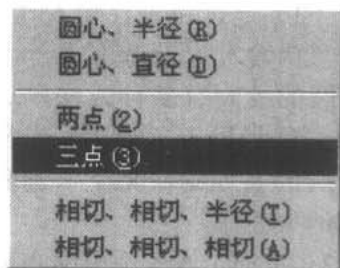

图 1-9 绘制圆的多种方法
(1) 在系统菜单下选择【绘图】→“圆”菜单项。如图 1-9 所示。
如图 1-9 所示, 选择相切、相切、半径子菜单。先指定两个相切物体, 即圆 1 和直线再输入半径值:
如图 1-9 所示, 选择相切、相切、相切子菜单项。按照系统的提示, 用鼠标给出三个相切物体圆 1、圆 2 和直线。